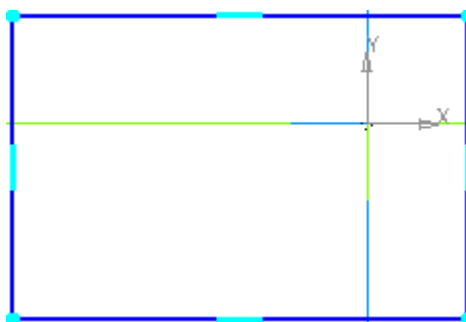

Рисунок 6.
- Постройте прямоугольник произвольных размеров (рис. 6)